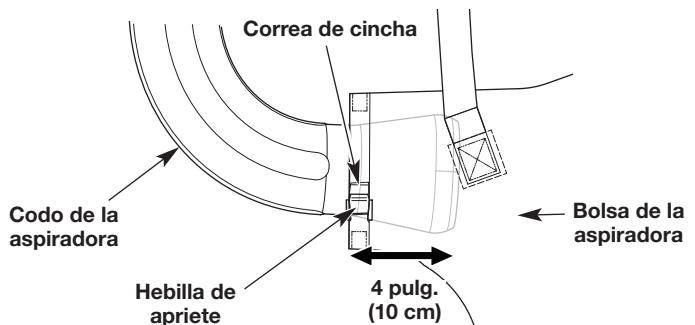

Fig. 7
4. Inserte el extremo ancho del tubo acodado de la aspiradora aproximadamente 4 pulg. (10 cm) dentro de la bolsa de la aspiradora (Fig. 7).
2. Levante la hebilla para aflojar la correa de apriete (Fig.7).
3. Saque el tubo acodado de la bolsa de la aspiradora (Fig. 7).